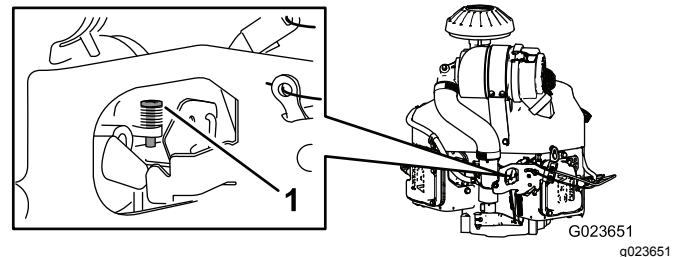

Figura 67
4. Ajuste o parafuso limitador no carburador (Figura 67) de modo a que a velocidade ao ralenti seja 1350 a 1550 rpm.